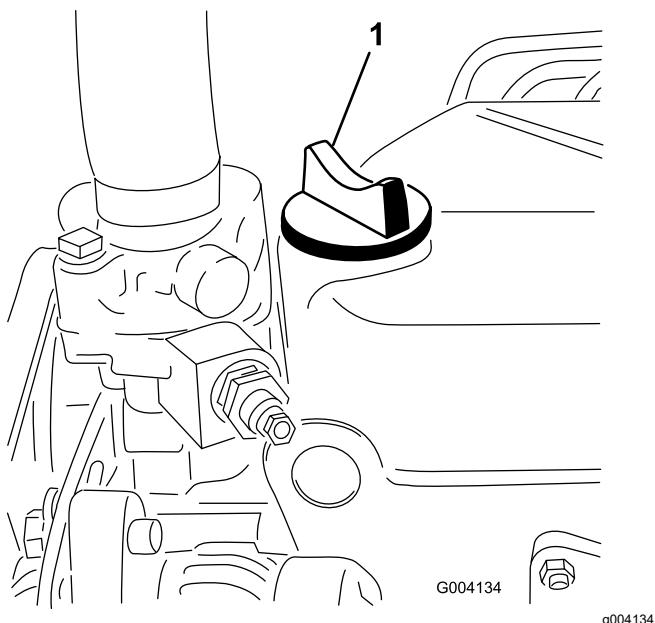

Figura 60
5. Si el nivel de aceite está por debajo de la marca LLENO, retire el tapón de llenado (Figura 60) y añada aceite hasta que el nivel llegue a la marca LLENO.